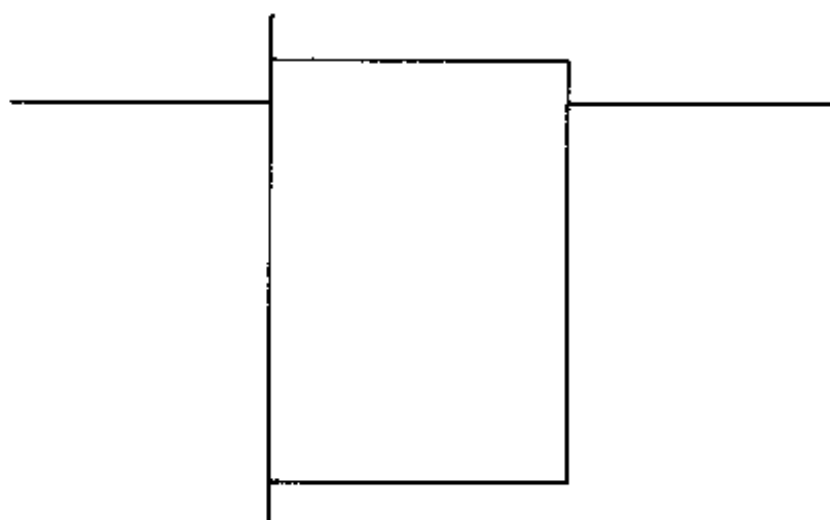

图 3-31 画一个矩形
(1) 执行菜单命令 File/New，从编辑器选择框中选择原理图元件编辑器，用鼠标左键双击库文件图标，进入原理图元件库编辑环境界面。
(2) 按 PageUp 或 PageDown 键，调整好元件绘制区域的大小，并在第四象限绘制元件。
(3) 执行菜单命令 Place/Rectangle，或用鼠标左键单击画图工具条上的  按钮来画一个矩形，将光标移动到所要画矩形的左上角，单击鼠标左键，再把光标移动到所要绘制矩形的右下角，单击鼠标左键，则完成矩形的绘制。结果如图 3-31 所示。